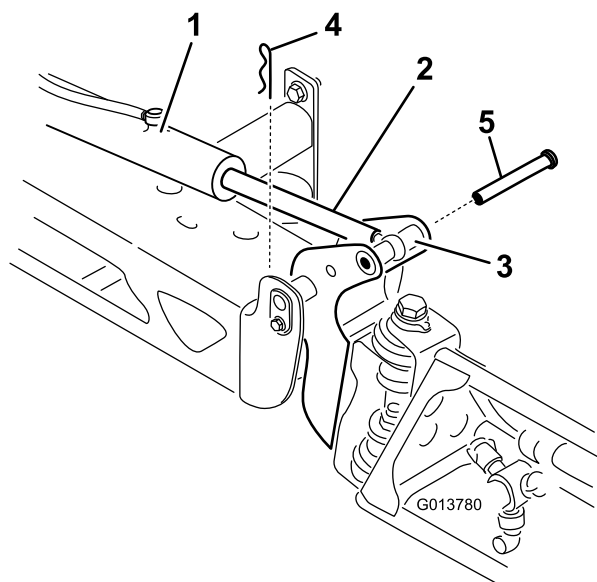

Figura 71
2. Retire la chaveta del pasador (Figura 71).
3. Eleve la sección, retire el pasador, y baje la sección lentamente al suelo (Figura 71).
7. Sujete la sección de fumigación, e introduzca el pasador a través del pivote del brazo y del émbolo del actuador (Figura 71).